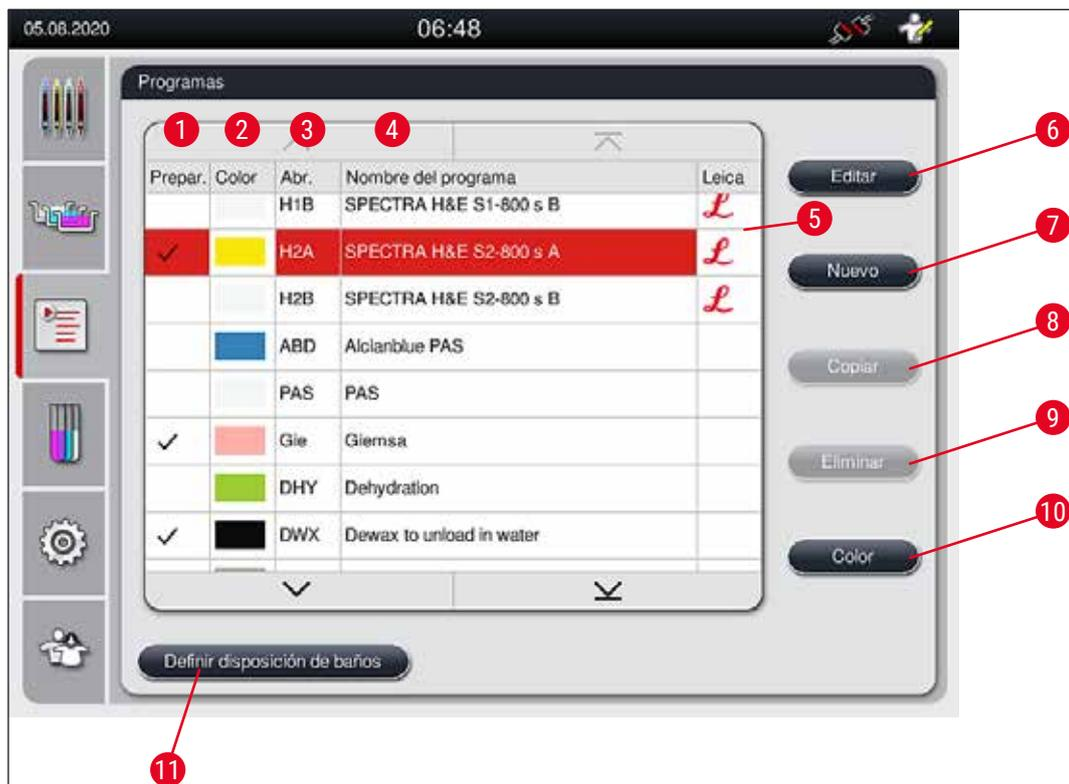

Fig. 41
- Para asignar un color del asa del portaobjetos a un programa, pulse el programa correspondiente de la lista de programas (→ "Fig. 41") para seleccionarlo.
Algunos programas de tinción Leica se pueden utilizar de forma paralela con ajustes diferentes (intensidad de tinción, paso de horno) (→ P. 71 – 5.9.3 **Adaptación del programa de tinción Leica H&E**). Estos programas se preinstalan dos veces en la lista de programas (→ "Fig. 41"). Para distinguir entre estos programas de tinción Leica H&E doblemente preinstalados, en la lista de programas se muestran las abreviaturas S1A y S1B o S2A y S2B. Estos programas constan exactamente de los mismos pasos de programa. Si en la disposición de los baños se integran dos programas idénticos, además se deben escanear y rellenar dos kits de tinción Leica.